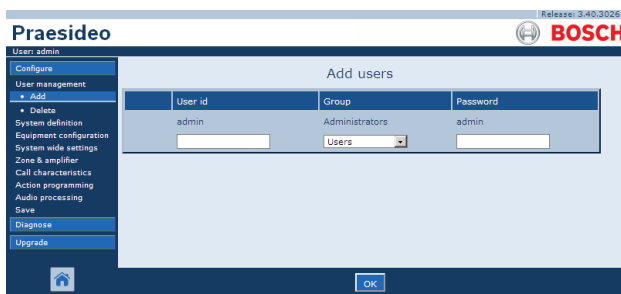

Abbildung 41.2: Neue Benutzer definieren, Schritt 1
- 1 Gehen Sie zu *Configure > User management > Add*. Im Hauptframe der webbasierten Benutzeroberfläche wird ein Bildschirm angezeigt, der dem in Abbildung 41.2 gleicht.